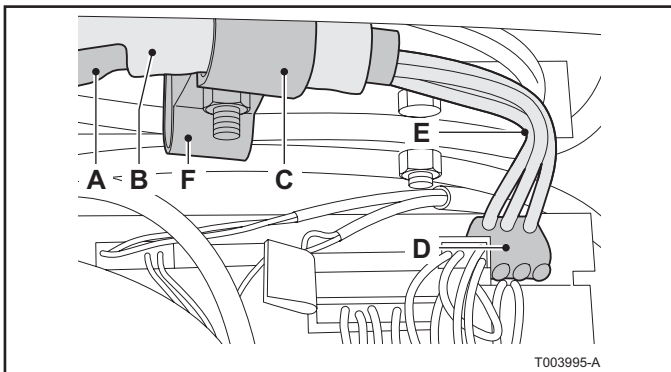
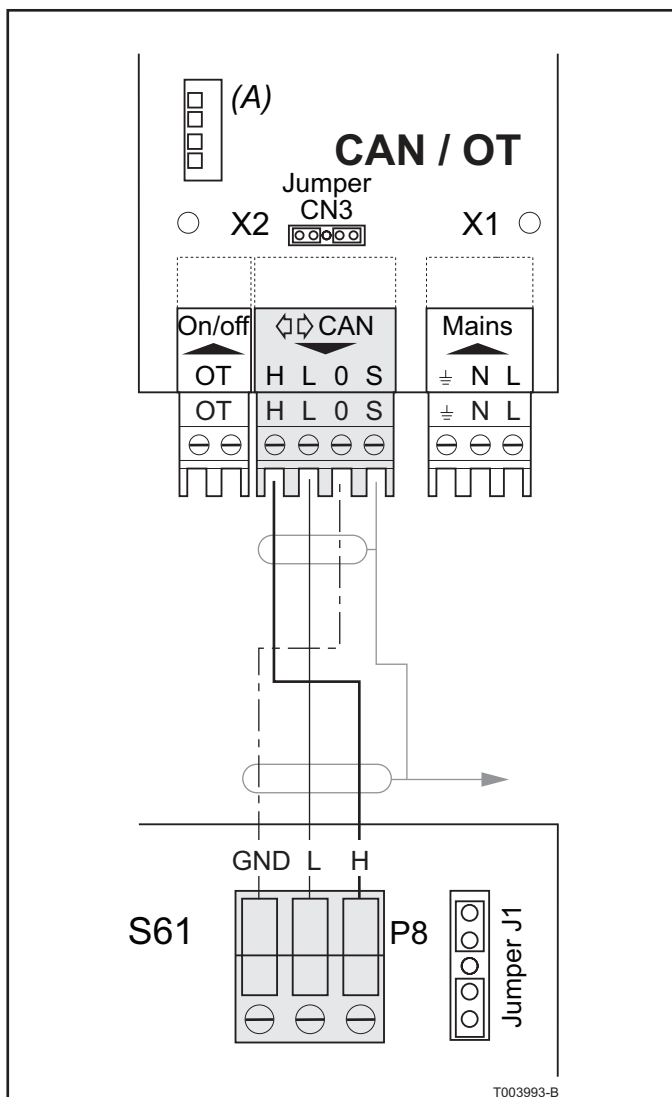
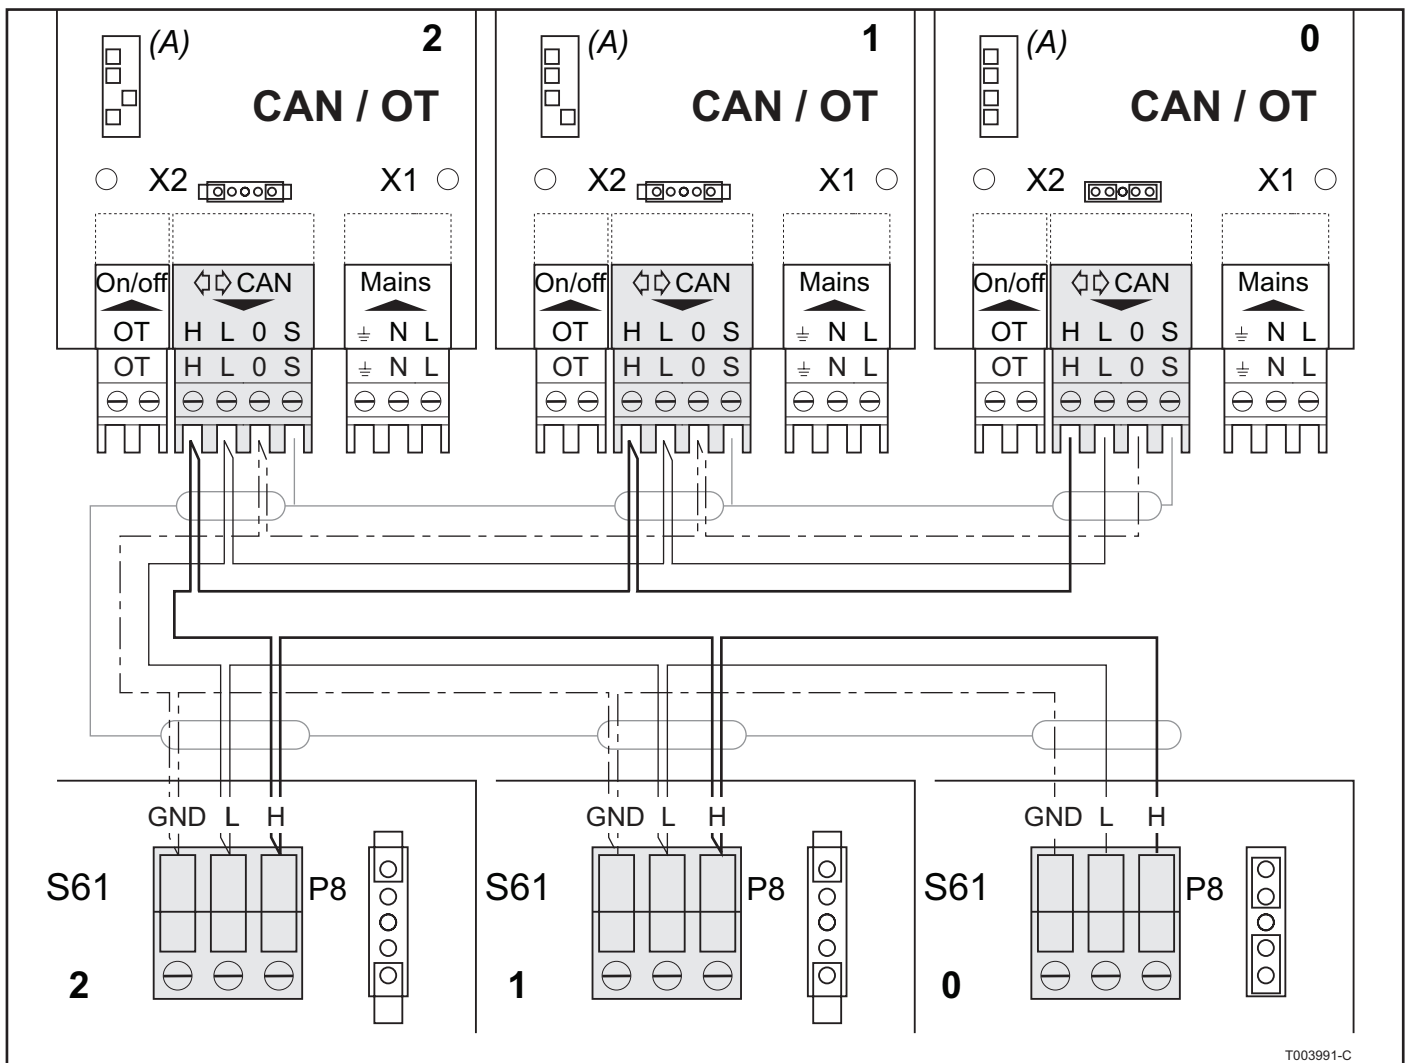

Fig. 06 CAN-Bus-Kabelanschluss (Endknoten) auf der Leiterplatte für die Gas HP Wärmepumpe
Fig. 07 Anschlüsse an der CAN-OpenTherm-Schnittstelle und der Leiterplatte der Gas HP Wärmepumpe (zwei Knoten)
Fig. 08 Anschlüsse an der CAN-OpenTherm-Schnittstelle und der Leiterplatte der Gas HP Wärmepumpe (mehrere Knoten)
- D Steckverbinder zum Anschließen der CAN-Bus-Kabel (siehe Fig. 07 und Fig. 08)
- E Adern (3) des CAN-Bus-Kabels
3. Wenn das verwendete Kabel zu dünn ist, um mit der Kabelhalterung gesichert zu werden (siehe C in Fig. 06), dann vergrößern Sie dessen Durchmesser, indem Sie neben dem abisolierten Bereich Isolierband um die Kabelummantelung wickeln (bis zu einem Durchmesser von ca. 12-13 mm).
4. Ziehen Sie die Abschirmung zurück über die Kabelummantelung und befestigen Sie das zurückgezogene Ende der Abschirmung (siehe Fig. 06 (A)).
5. Wenn es sich bei der Wärmepumpe um einen Endknoten im Netzwerk handelt, dann schließen Sie die drei farbigen Adern an den orangefarbenen Steckverbinder an, wie es für D in Fig. 06 gezeigt wird. Achten Sie beim Anschließen auf die korrekte Zuordnung der Farben an die Anschlüsse L, H und GND, wie es in Tabelle 03 und Fig. 07 angegeben ist.
6. Wenn es sich bei der Wärmepumpe um einen Zwischenknoten handelt, dann wiederholen Sie die Schritte 2 bis 5 mit einem anderen Stück Kabel, so dass zwei Kabel verfügbar sind, bei denen an einem Ende die Ummantelung entfernt ist. Verflechten Sie die zwei Adern mit derselben Farbe miteinander und schließen Sie sie an den orangefarbenen Steckverbinder an, wie es für D in Fig. 06 und in Fig. 08 gezeigt wird.
7. Sichern Sie das/die CAN-Bus-Kabel mit der Schelle am oberen Teil auf der Innenseite des Elektroverteilerkastens so, dass die umgeschlagene Kabelummantelung in engem Kontakt mit der Metallschelle ist (siehe Fig. 06 C und F). Die Schelle muss die Kabel sicher an ihrem Platz halten, wenn an den Kabeln gezogen wird.
- A. Wenn es sich bei der Gas HP Wärmepumpe um einen Endknoten im Netzwerk handelt (drei Adern angeschlossen am orangefarbenen Steckverbinder auf der Steuereinheit), dann setzen Sie die Jumper so, wie es in Fig. 07 dargestellt ist.
- B. Wenn es sich bei der Gas HP Wärmepumpe um einen Zwischenknoten im Netzwerk handelt (sechs Adern angeschlossen am orangefarbenen Steckverbinder auf der Steuereinheit), dann setzen Sie die Jumper so, wie es für Gerät 1 und 2 in Fig. 08 dargestellt ist.
2. Die Jumper der CAN-OT-Schnittstelle müssen so gesetzt sein, wie es in Fig. 07 gezeigt wird. Die CAN/OT-Schnittstelle fungiert als Endknoten.
7. Schließen Sie das Kabel an Steckverbinder **X2** an, wie es in Fig. 07 gezeigt wird. Achten Sie auf die Kennzeichnungen auf dem Steckverbinder, die angeben, wo **GND** an **O** angeschlossen werden muss.